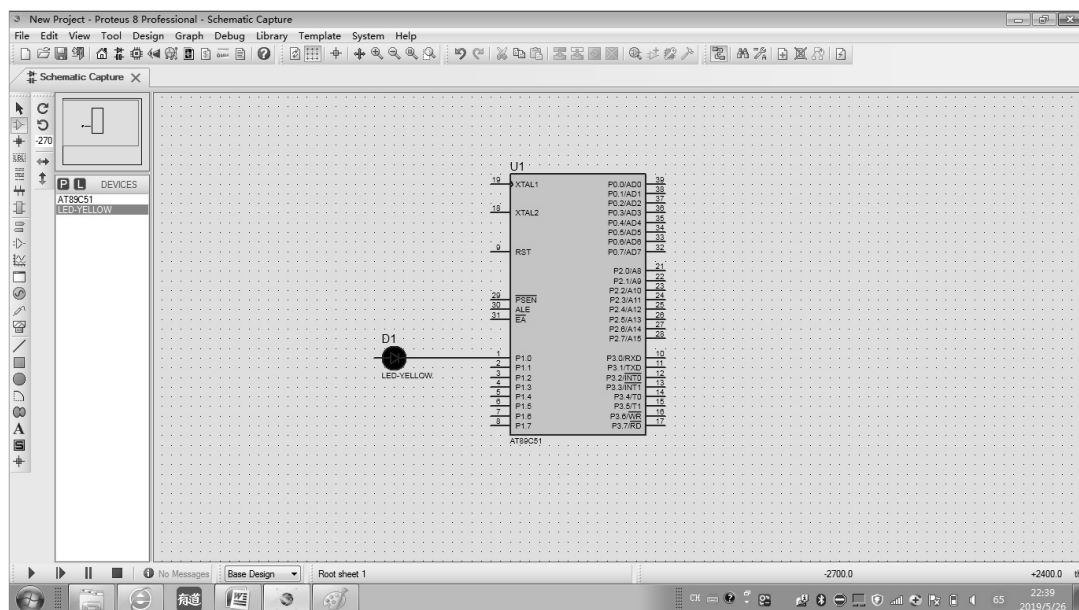

图 1-30 连接引脚
(5) 连接引脚，将鼠标指针移到需要导通的两个引脚中的一根上并单击，此时会出现导线，然后将鼠标指针移到另一个引脚上，再单击，引脚连接完成，如图 1-30 所示。